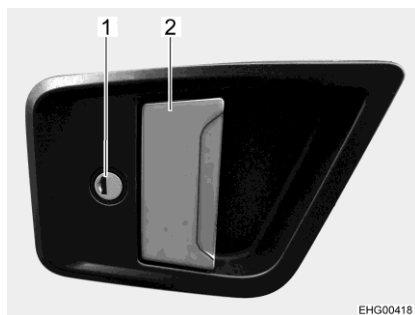

Fig. 57 Serrure de la porte (porte cellule à l'extérieur)
- Insérer la clé dans le barillet (Fig. 57,1) et la tourner jusqu'à ce que la serrure de la porte soit déverrouillée.
- Tirer sur la poignée de la porte (Fig. 57,2). La porte est ouverte.
- Insérer la clé dans le barillet (Fig. 57,1) et la tourner jusqu'à ce que la serrure de la porte soit verrouillée.